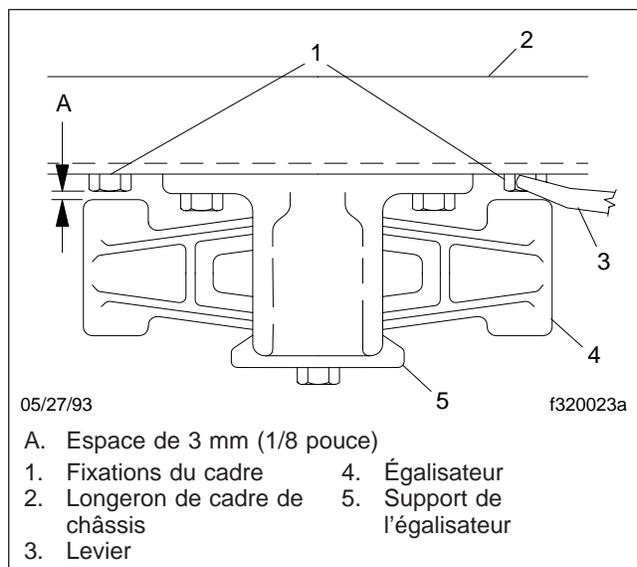

Fig. 3, Vue supérieure de l'égalisateur
2. Lorsque le véhicule est déchargé, tentez de déplacer l'égalisateur d'un côté à l'autre à l'aide d'un levier entre l'égalisateur et le longeron de cadre de châssis. Appliquez uniquement une pression manuelle. Voir la **figure 3**. Si l'espace entre le bloc égalisateur et tout composant ou fixation du cadre est moins de 3 mm (1/8 pouce), remplacez les douilles de l'égalisateur.